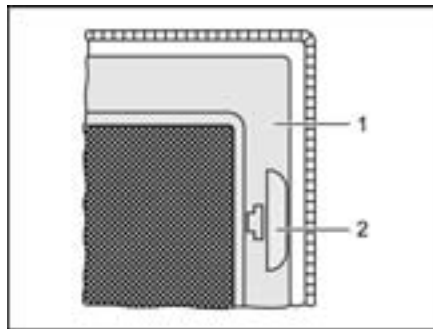

Bild 60 Insektenschutz
- Am Griff (Bild 60,2) ziehen.
- Insektenschutz (Bild 60,1) nach unten klappen.
- Insektenschutz (Bild 60,1) nach oben schwenken, bis er einrastet.